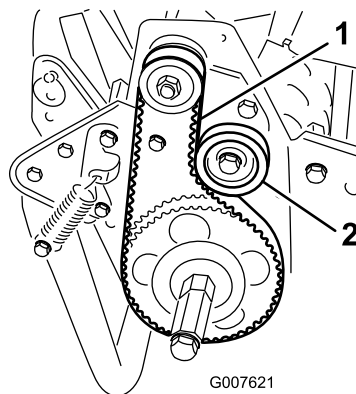

图39
2. 使用 1822N 的作用力按压两皮带轮图39中间部位的皮带检查皮带的张紧力。
- A. 松开怠轮皮带轮安装螺母并紧贴着皮带背面顺时针旋转怠轮皮带轮直至达到所需的皮带张紧力图39。